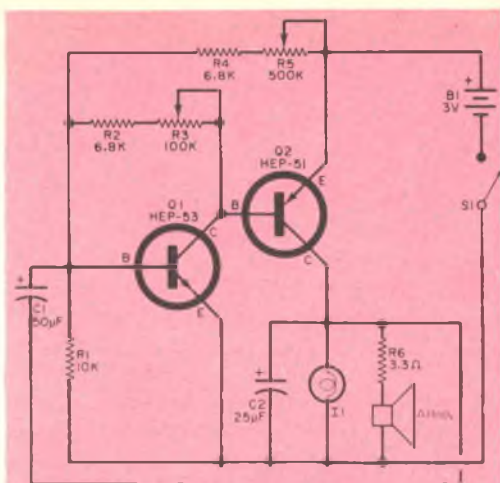

Fig. 1 - Questo singolare metronomo, progettato da un dilettante, fornisce contemporaneamente un'uscita udibile e un'uscita visiva.
**Fig. 1 - Presentazione di un diodo Gunn entro la cruna di un ago per mettere in evidenza le sue minuscole dimensioni. Il corpo metallico del dispositivo rappresenta un contatto mentre l'altro contatto è rappresentato dal piccolo punto metallico che è visibile al centro del cristallo quadrato.**
**Il diodo Gunn** - Il componente che forma la parte principale di questi apparati radar miniatura è illustrato, dentro la cruna di un ago, nella *fig. 1*. Un cristallo di arseniato di gallio è saldato ad un cilindro metallico di un millime-
**Circuiti a transistori** - Nella *fig. 1* presentiamo il circuito di un metronomo economico a due transistori, il quale ha una uscita udibile e un'uscita visiva, ed è particolarmente indicato per un insegnante di musica.
Con l'aggiunta di soli due semiconduttori, potrete controllare il funzionamento di un modellino d'auto o di qualsiasi altro giocattolo funzionante a batteria dalla distanza di cinque metri o più, per mezzo di una normale torcia elettrica. Nella *fig. 1* sono rappresentati due circuiti: uno (a) per transistori di potenza p-n-p e l'altro (b) per transistori di potenza n-p-n; qualunque sia il tipo di transistorore di potenza usato il funzionamento è lo stesso.
Il motore, la batteria e l'interruttore S1 fanno parte del giocattolo. Il mezzo più semplice per collegare il sistema di controllo consiste nell'interrompere il filo che dalla batteria va all'interruttore e nell'inserire il transistorore di potenza come indicato nella *fig. 1-a* oppure nella *fig. 1-b*.